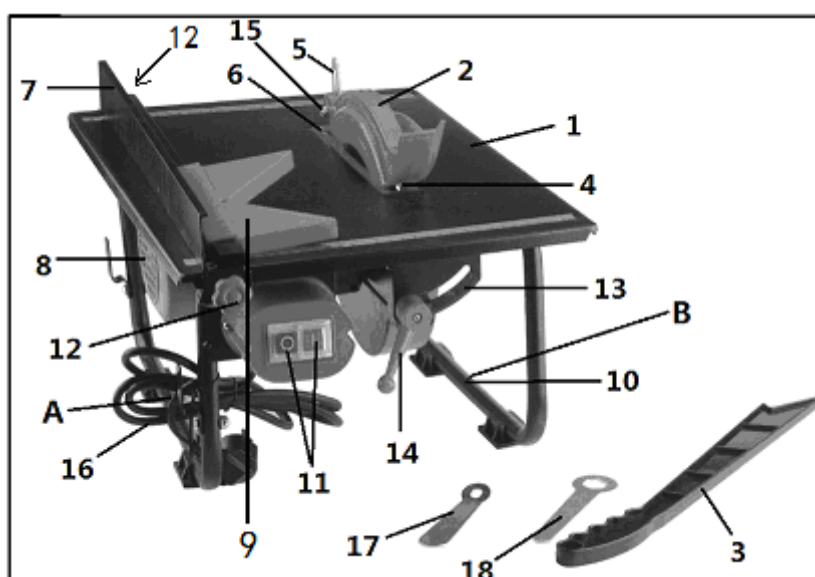

Fig. 1
1. Amplasați cele două orificii ale sculei (A & B fig 1.) în fața orificiilor de pe bancul de lucru pe care doriți să montați scula. (Fig.1)